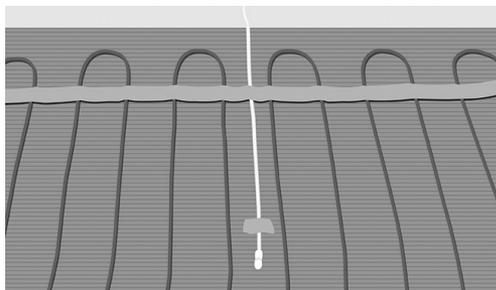

Fig. 13. Placer le tuyau/capteur entre deux câbles
11. Installer un tuyau de conduite pour le capteur de sol. Veiller à ce que l'extrémité du tuyau de conduite soit située au même niveau que le câble chauffant et entre deux boucles de câble, à environ 50 cm du mur. Sceller l'extrémité du tuyau de conduite. (Fig. 13).